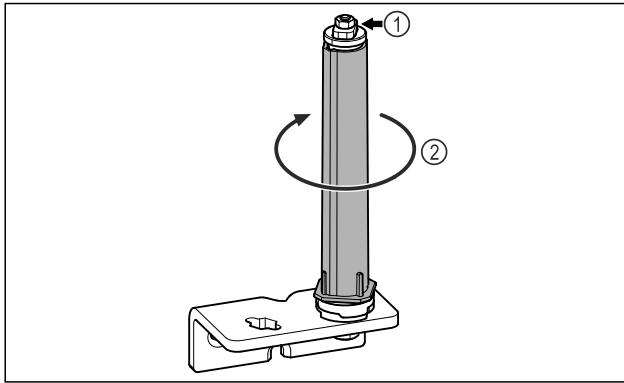

Fig. 18
- Ne pas démonter le système de fermeture de la porte Fig. 18 (1).
- ▶ Faire tourner le système de fermeture Fig. 18 (2) jusqu'à entendre un clic.